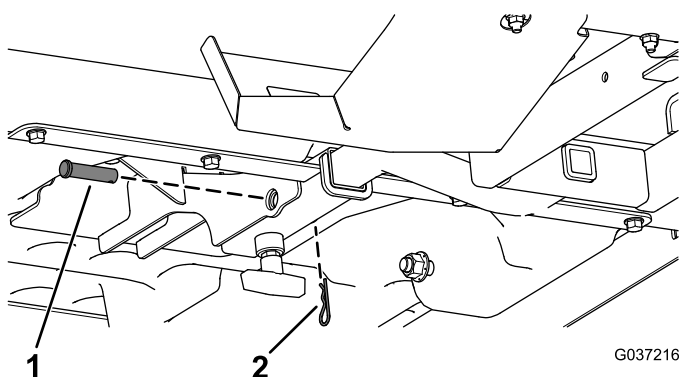

Рисунок 8
7. Закрепите крепление разбрасывателя в сборе на трубе приемного устройства, используя шплинтуемый штифт и шплинт (Рисунок 8).